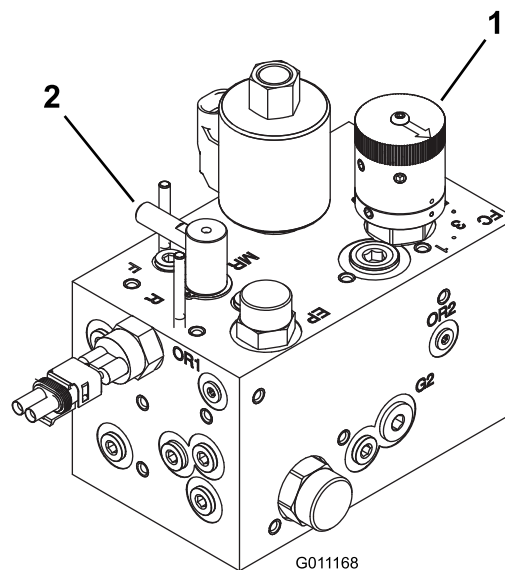

Figura 76
3. Gire el mando de autoafilado a la posición de autoafilado (R). Gire el control de velocidad del molinete a la posición 1 (Figura 76).